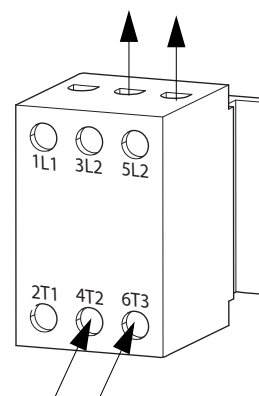

FIG. 9: Bloco de terminais do interruptor de desativação
- Prenda o fio de massa ao perno de ligação à massa no interior da caixa de derivação (K).
- Consulte FIG. 9 e ligue os fios do cabo de alimentação aos terminais 4T2 e 6T3 no bloco de terminais do interruptor de desativação.